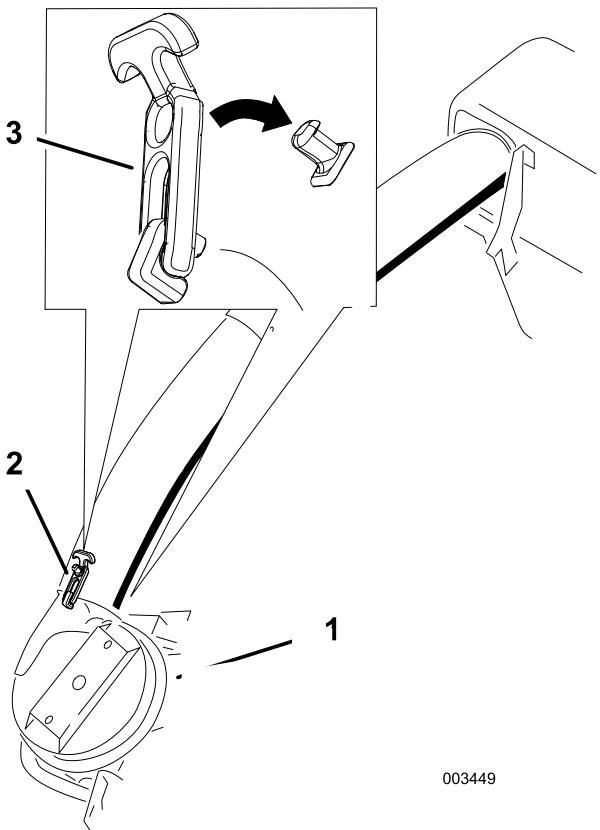

Figure 27
9. Glissez le tube inférieur sur l'adaptateur et verrouillez-les ensemble (Figure 27 ou Figure 28).